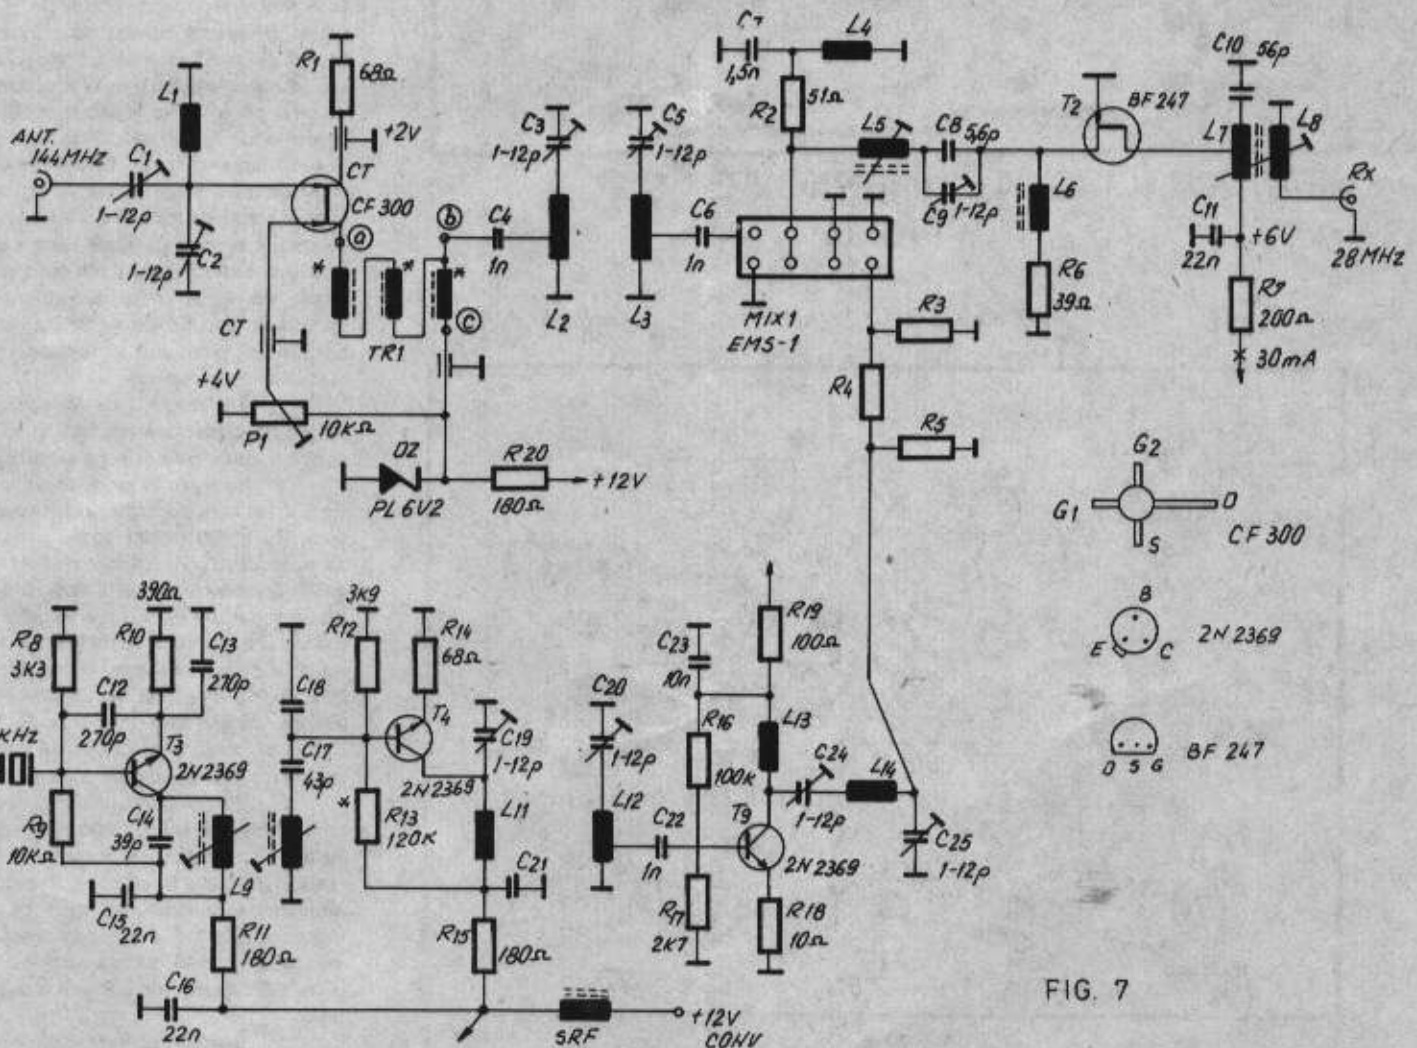

FIG. 7
6.4. Procedura de reglaj este descrisă în principal în (4) și (5). La alimentarea modulului se va pune Q1 în scurtcircuit și se va urmări ca T4 (fig.7) să aibă un curent de colector de 0,1-0,3 mA, iar T9 de 10 mA. Se vor ajusta eventual R13 și R16. Se vor regla L5 și L7/L8 pentru semnal maxim în receptorul de bază.